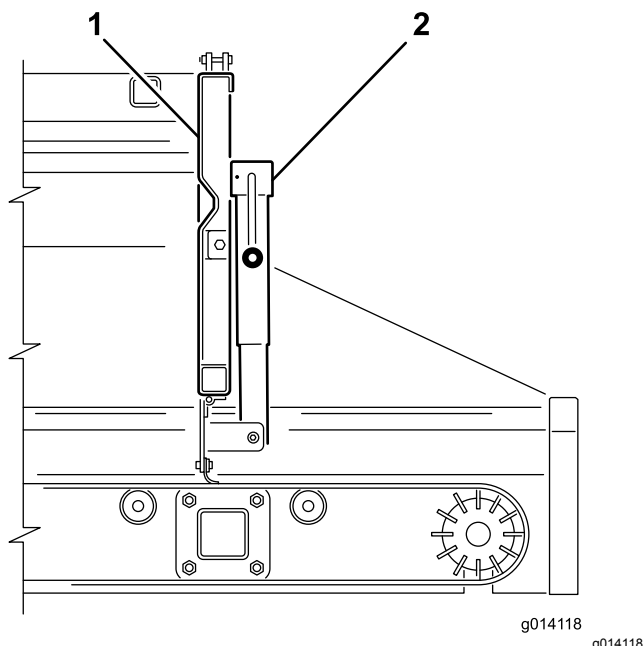
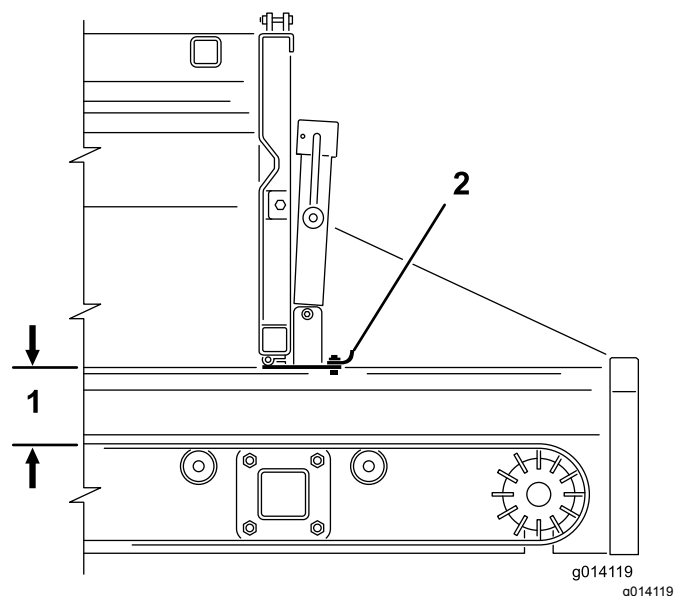

Figura 39
Figura 40
- Usate la manovella del cavalletto per aprire o chiudere la sezione regolabile della sponda posteriore (Figura 39 e Figura 40). Questo limita il flusso del materiale quando si utilizza un accessorio.